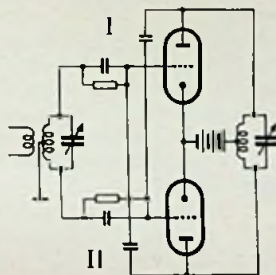

Bild 9. Neutralisation von c_{ga} bei einer Gegentakt-Schaltung
In Gegentakt-Schaltungen ist eine solche Neutralisierung relativ einfach durchzuführen. Man entnimmt, wie Bild 9 zeigt, die notwendige Neutralisierungsspannung für das Gitter (I) der Anode (I) und umgekehrt.